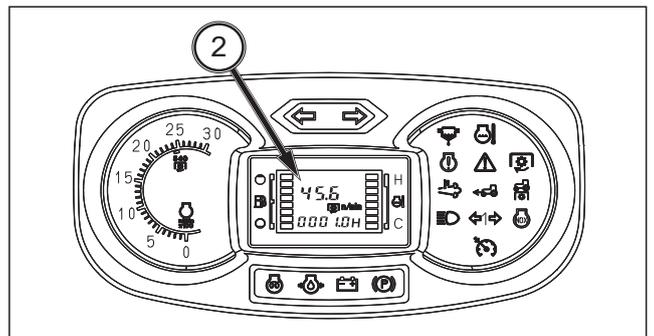

FIG. 47
FIG. 47: La pantalla LCD muestra la velocidad de la TDF trasera (2). Cuando la TDF trasera está funcionando, la pantalla muestra la velocidad de las revoluciones de la TDF trasera. Cuando la velocidad de las revoluciones de la TDF trasera es 0 min-1, la pantalla muestra «0 n/min».